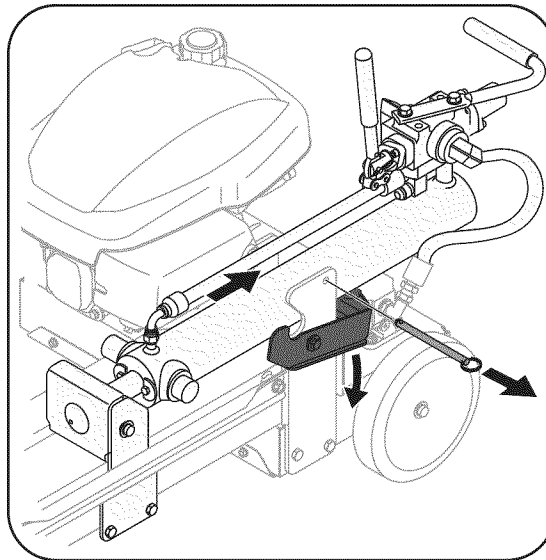

Figura 4-2
1. Quitar el alfiler que se cierra de la posición de almacenaje de cilindro. Ver la Figura 4-2.